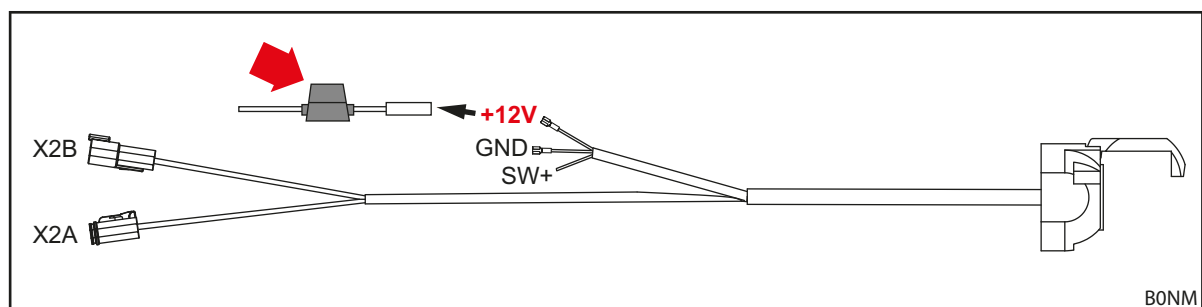

Fig. 53 STOLL-ISOBUS-kabelträd
- Lokalisera och kontrollera säkringen (ID-nr 0484860, se röd pil i Fig. 53):